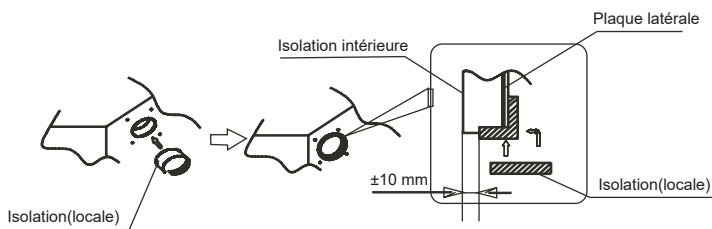

Fig. 5-5
- Placez l'isolation bien serrée autour du trou de l'unité tel que représenté. Les extrémités de la plaque latérale et l'isolation intérieure doivent être bien collées sans laisser aucun espace sur la circonférence du trou. Assurez-vous que la surface intérieure de l'isolation est en contact étroit avec le bord de l'isolation intérieure et la plaque latérale. (voir fig.5-5)